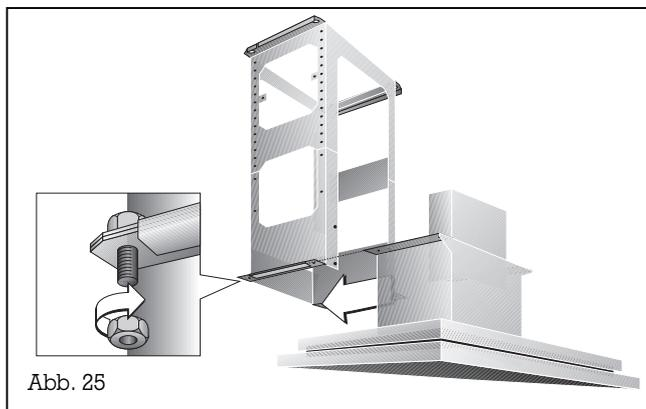

Abb. 25
7. Schieben Sie die Abzugshaube in die seitlichen Laschen am Tragegestell ein (Achtung: Das Anschlusskabel nicht einklemmen) und **sichern Sie die Haube sofort mit 4 Schrauben** (Abb. 25).